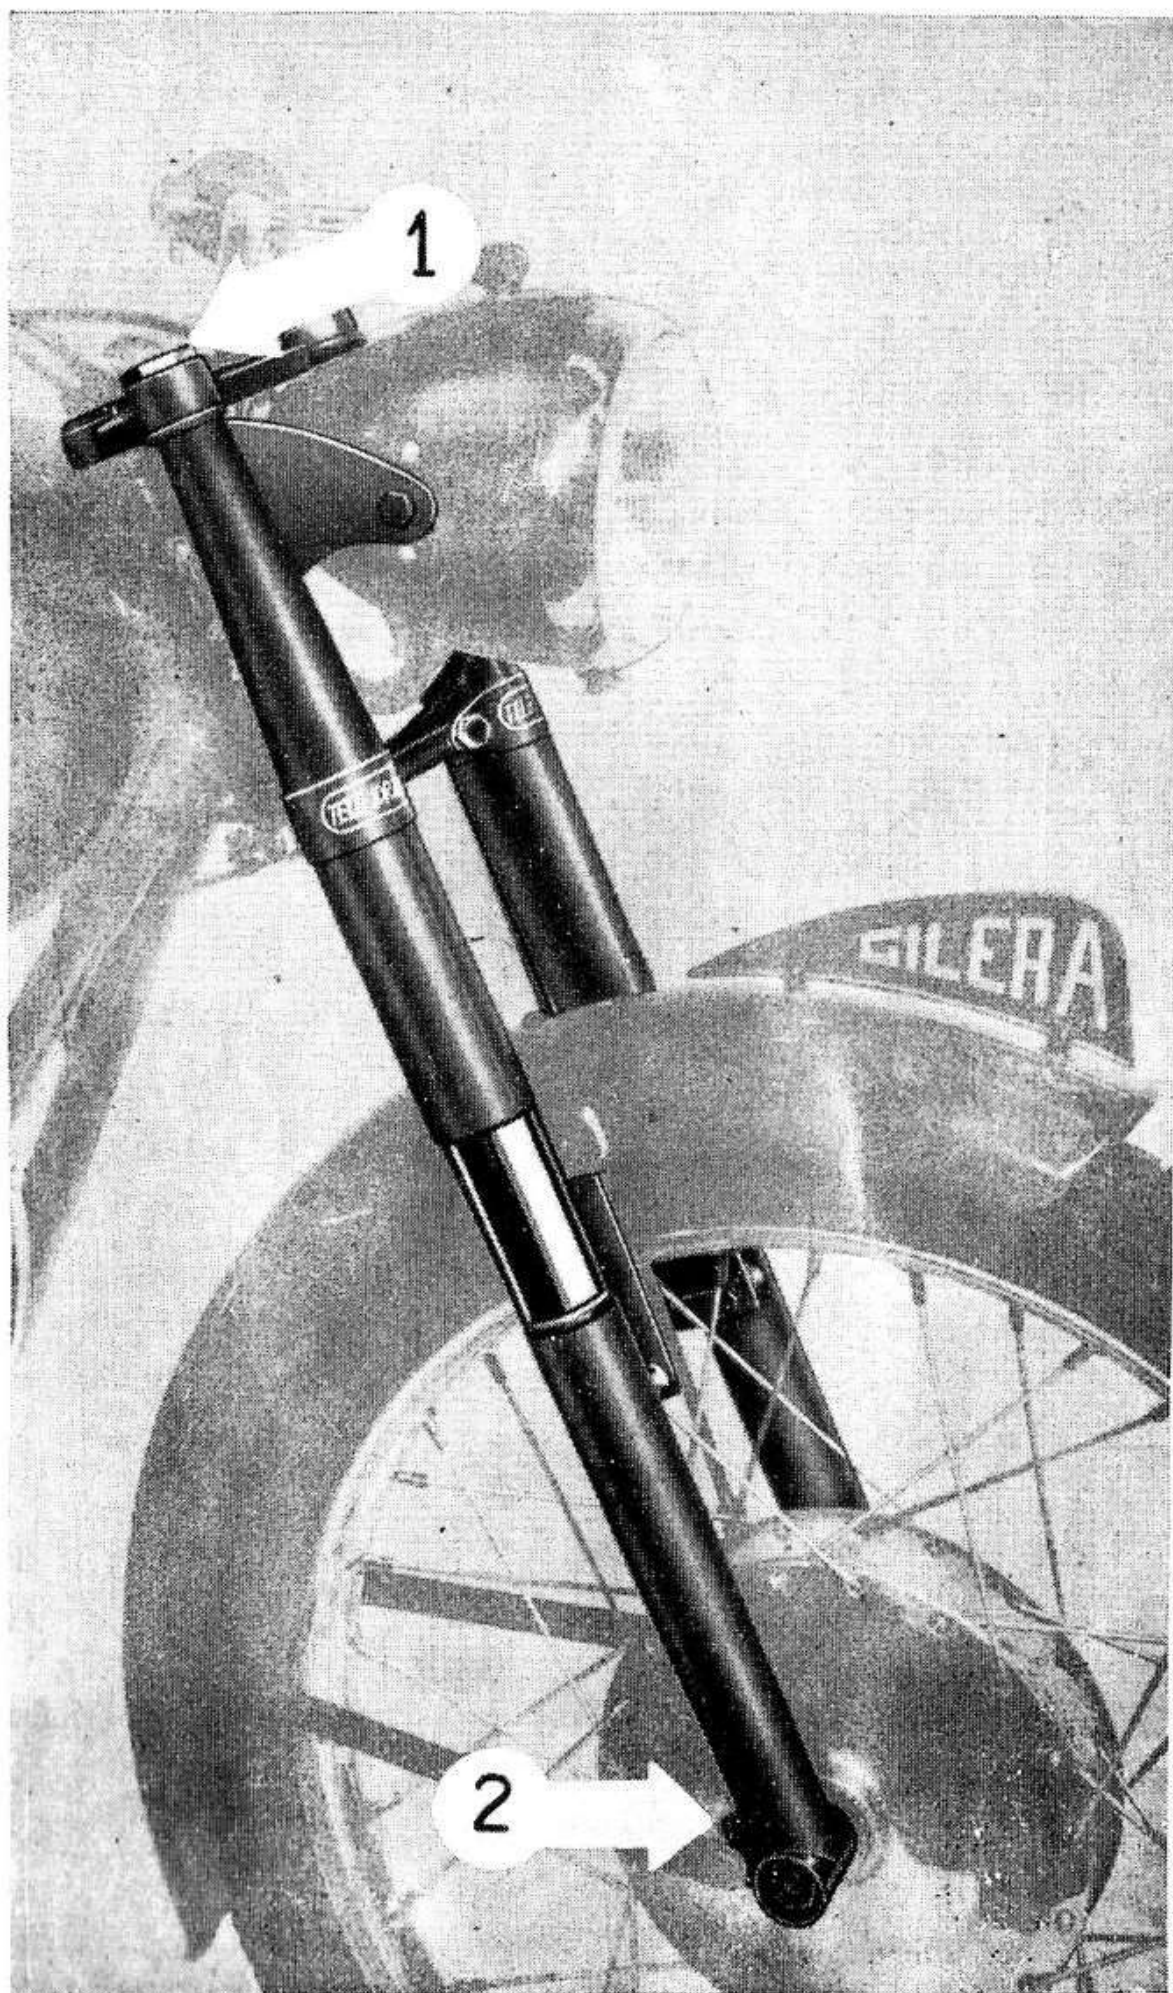

Fig. 15
4. Sospensione anteriore (vedi fig. 15)